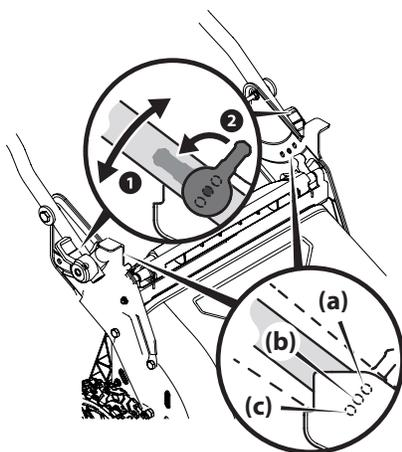

Figure 2
3. Placez le guidon dans l'une des trois positions de hauteur suivantes : haute (a), moyenne (b) ou basse (c), indiquées sur les supports du guidon. Consultez la Figure 2.